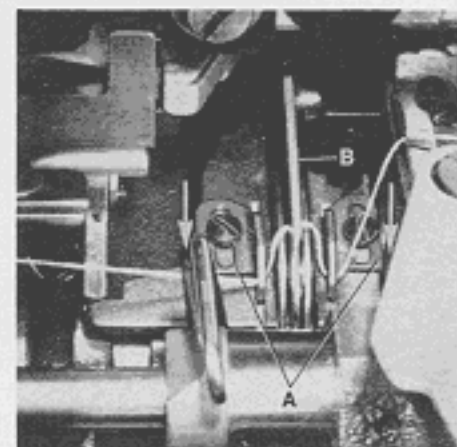

Fig. 28
Moving eyelets (A, Fig. 28) in direction of the arrows to the front increases the amount of looper thread in the system, moving to the rear decreases the amount of thread in system.
The finger (B, Fig. 28) controls the looper thread after "cast-off", it prevents the looper thread from being wiped under the blade of the looper, when the looper moves from the right to the left. Set the finger (B) accordingly and make sure that it centers exactly between the take-up discs.
Durch Verschieben der Fadenführungen (A, Fig. 28) in Pfeilrichtung nach vorne wird mehr, durch Verschieben nach hinten wird weniger Greiferfaden abgezogen.
Der Finger (B, Fig. 28) kontrolliert den Greiferfaden nach dem "Abspringen", er verhindert, daß der Greiferfaden unter die Greiferklinge gezogen wird, wenn sich der Greifer von rechts nach links bewegt. Stellen Sie den Finger (B) entsprechend und beachten Sie, daß er genau mittig zwischen den Aufnehmerscheiben steht.